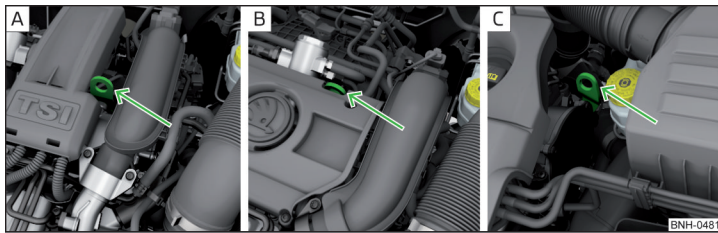

Abb. 139 Massepunkt des Motors: START-STOPP-System
- > 1,2 l/63 kW TSI und 1,2 l/77 kW TSI Motoren » Abb. 139 - **A**
- > 1,4 l/90 kW Motor » Abb. 139 - **B**
- > 1,6 l/77 kW TDI CR Motor » Abb. 139 - **C**